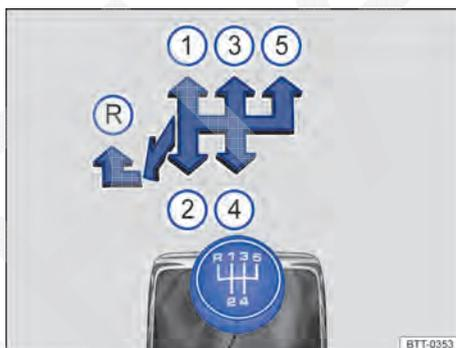
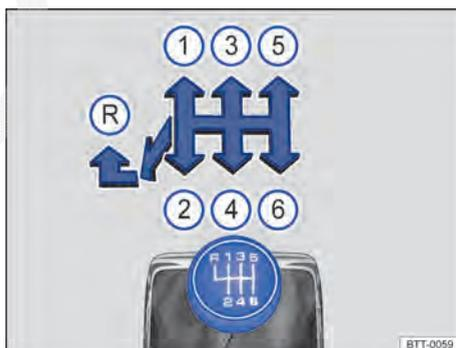

Fig. 140 Esquema de troca de marchas da transmissão manual de 5 marchas.
Fig. 141 Esquema de troca de marchas da transmissão manual de 6 marchas.
As posições de cada marcha estão representadas na alavanca da transmissão → Fig. 140 ou → Fig. 141.
- Empurrar a alavanca da transmissão totalmente para a esquerda e depois para frente até a posição da marcha a ré → Fig. 140 (R) ou → Fig. 141 (R).